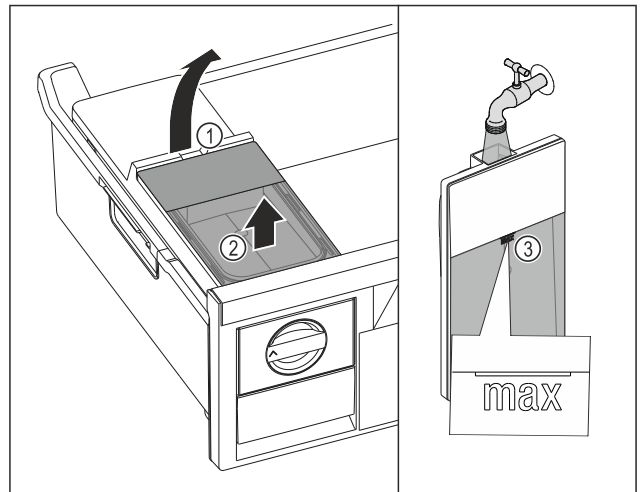

Fig. 76
- ▶ Повдигнете резервоара за вода при прореза Fig. 76 (1).
- ▶ Извадете резервоара за вода нагоре. Fig. 76 (2)
- ▶ Напълнете резервоара за вода до маркировката Fig. 76 (3) с питейна вода.